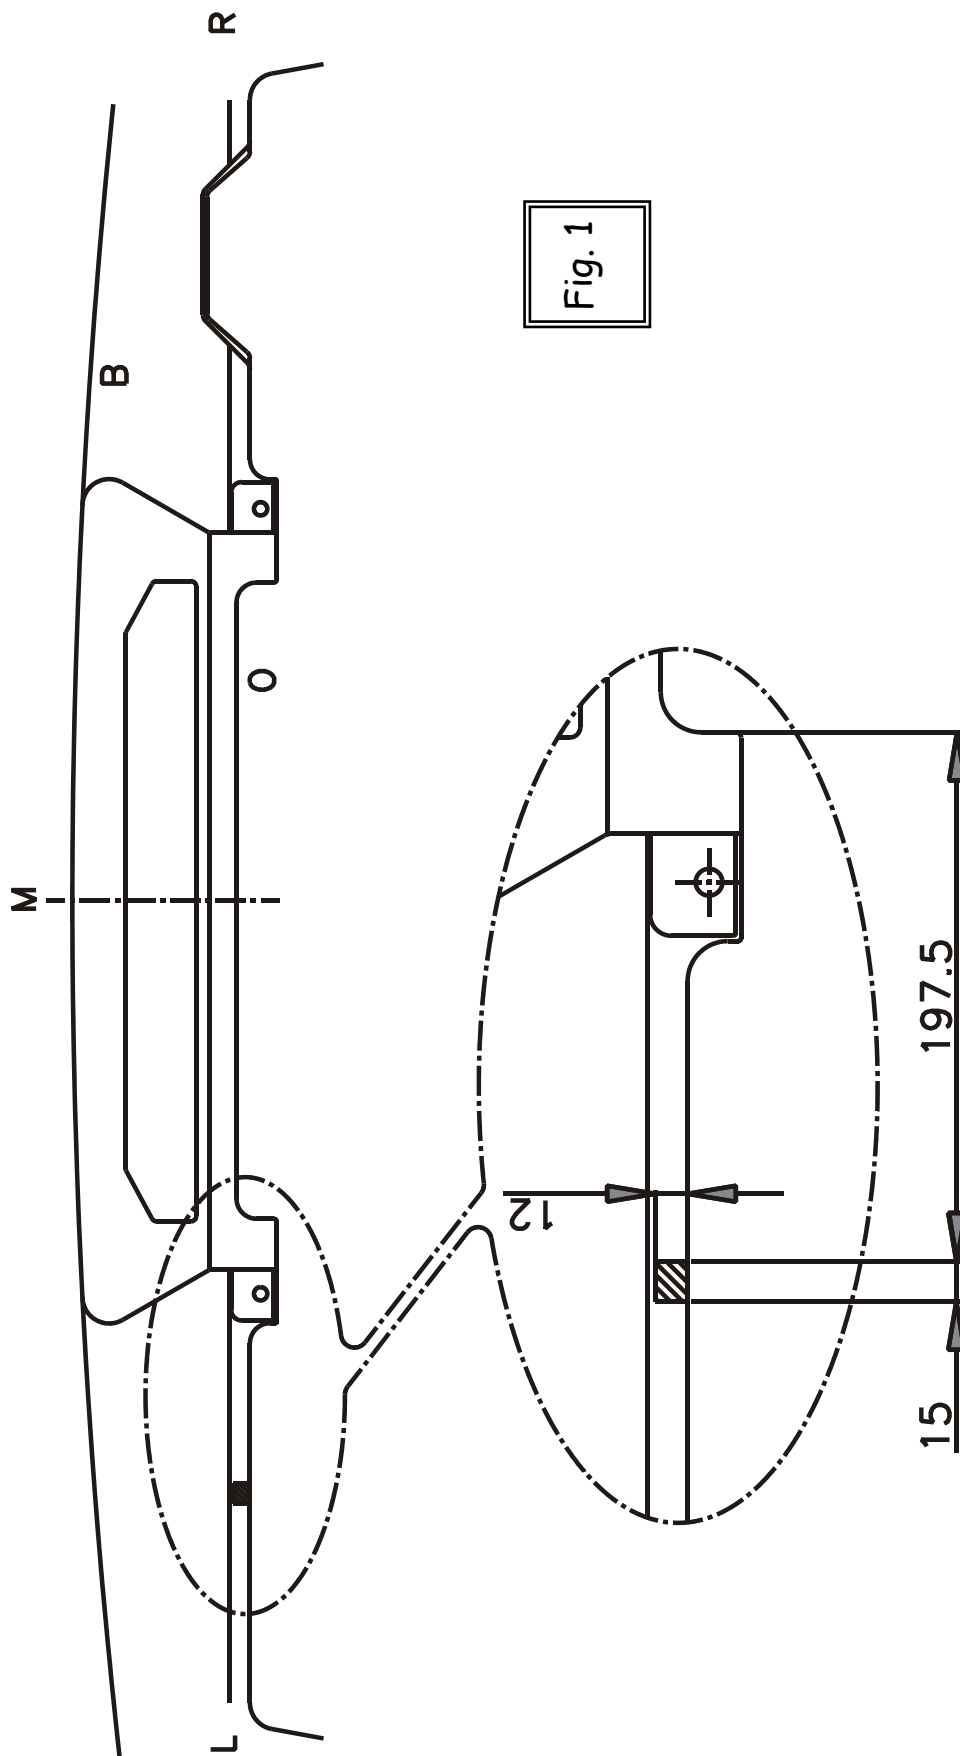

Fig. 1
- 1) Enlever définitivement l'anneau de traction du coté droit du véhicule. Faire une découpe du coté inférieur du pare-chocs selon figure 1.
- 2) Installer l'attelage contre le coté inférieur de la poutre du châssis avec les points (A) et (B) sur les trous filetés prévus. Insérer les boulons et les écrous aux points (A) et les boulonner.
- 3) Positionner les pièces de montage (1) et (2) avec les points (B) de l'attelage et avec les points nécessaires contre le coté extérieur de la poutre du châssis s'adaptant au trou fileté prévu. Insérer les boulons et les rondelles et les boulonner profondément (cfr. couples de serrage).
- 1) Permanently disassemble the towing ring at the right side of the vehicle. Make an incision at the bottom of the bumper according to figure 1.
- 2) Place the tow bar against the bottom of the chassis beam with points (A) and (B) on the provided screw-thread holes. Insert bolts and washers by points (A) and fasten with bolts.
- 3) Insert mounting pieces (1) and (2) with points (B) on points (B) of the tow bar and with points (C) against the outside of the chassis beam matching the provided screw-thread hole. Insert bolts and washers and fasten firmly with bolts (see tension).
- 1) Abschleppöse, an der Rechten Seite vom Fahrzeug, abmontieren. In der Unterseite von der Stoßstange einen Einschnitt entsprechend (Fig 1) machen.
- 2) Die Anhängerkupplung mit den Punkten (A) und (B) gegen die Unterseite vom Chassisbalken auf die vorhandenen Schraubenlöcher setzen. Bei den Punkten (A) Schrauben und Ritzel einsetzen ohne anzuschrauben.
- 3) Montierstücke (1) und (2) mit den Punkten (B) auf die Punkte (B) von Anhängerkupplung setzen und mit den Punkten (C) gegen die Chassisbalkenaußenseite, übereinstimmend mit den vorhandenen Schraubenlöchern. Bolzen und Ritzel anbringen und alles entsprechend der Drehmomentenvorgabe festziehen.